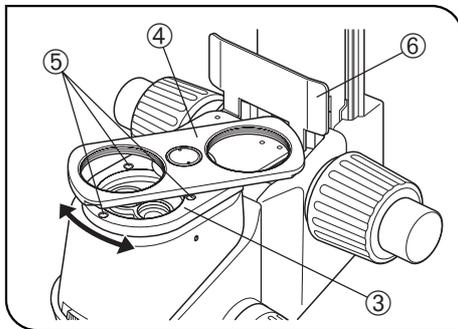

Abb. 28
4. Die Objektivrevolveraufnahme ③ (mit nach oben weisenden Objektivaufnahmen ④) an der Stelle aufsetzen, an der sich zuvor die Objektivaufnahme befunden hat, dabei die Schraubenbohrungen ausrichten. Mit dem Sechskant-Schraubendreher (für M3-Schrauben) die Revolveraufnahme mit den mitgelieferten drei Feststellschrauben (M3, 6 mm lang) ⑤ befestigen. (Abb. 28)
★Die Revolveraufnahme beim Feststellen drehen, da sich die Schraubenbohrungen hinter den Objektivaufnahmen ④ befinden können. (Abb. 28)
6. Die beiden Objektive in die jeweiligen Objektivaufnahmen ④ einschrauben. (Abb. 28)